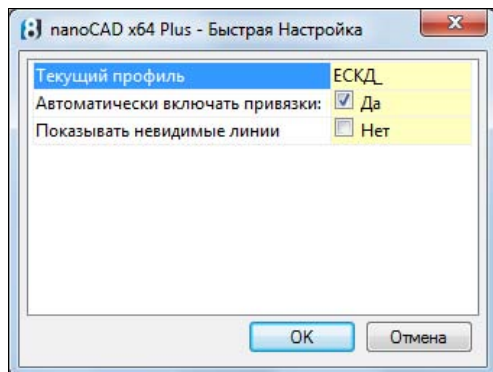
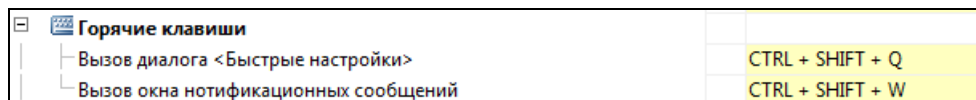

Рис. 3.17. Окно Быстрая Настройка
Рис. 3.26. Раздел Горячие клавиши
Для быстрой смены текущего профиля используется комбинация клавиш <Ctrl>+<Shift>+<Q>, которая открывает диалоговое окно **Быстрая Настройка** (рис. 3.17).
В разделе **Горячие клавиши** (рис. 3.26) задаются комбинации горячих клавиш для вызова окна **Быстрая Настройка** (см. рис. 3.17) и окна нотификационных сообщений.
- ◆ **Слой** — имя слоя для новых и копируемых размеров. Если значение отлично от **Текущий**, то могут применяться профили слоев, добавляющие к именам слоев префиксы (см. рис. 3.17).